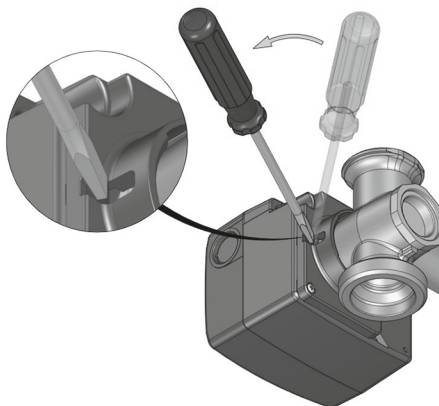

Fig. 13
2. Impostare l'**interruttore di funzionamento** (1) su manuale **ruotando in senso orario di 90°** con l'aiuto di un cacciavite. Così facendo lo slot sarà in posizione orizzontale e la punta della freccia indicherà il **simbolo della mano** (fig.13).